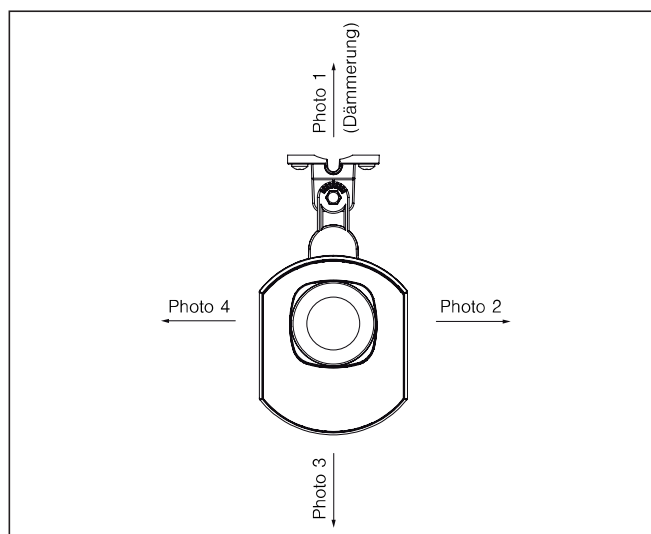

Abb. 2 Ausrichtung der Photodioden
- Die Photodiode 1 steuert die Dämmerungsautomatik (siehe Abb. 2). Aus diesem Grund ist die Wetterstation so zu montieren, dass diese Photodiode nachts nicht durch Straßen- oder Gartenbeleuchtung oder sonstiges Fremdlicht (z. B. Taschenlampen) beeinflusst werden kann.
Den vier Photodioden sind werkseitig die Ziffern von 1 bis 4 zugeordnet, siehe Abb. 2.